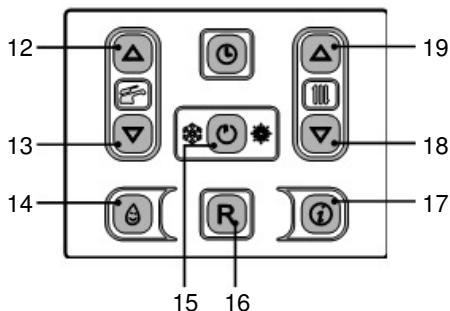

Figura 2.3
- Mantenga pulsado durante 2 segundos el botón 15 hasta que aparezcan en el display los símbolos  y , Figura 2.3.